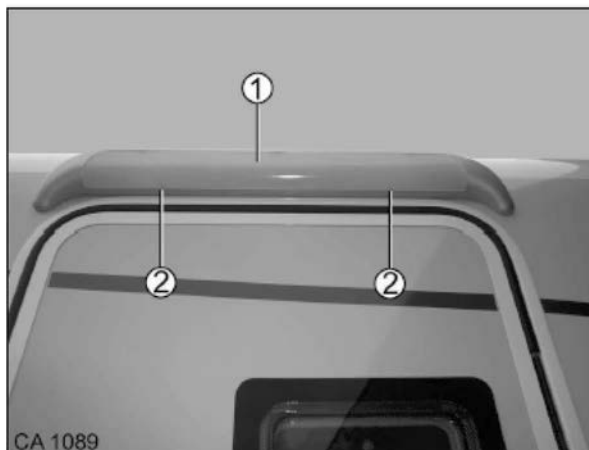

Fig. 159 Éclairage de l'auvent
1. Pour nettoyer le recouvrement : desserrer les clips (Fig. 159/2) et enlever le recouvrement (Fig. 159/1).